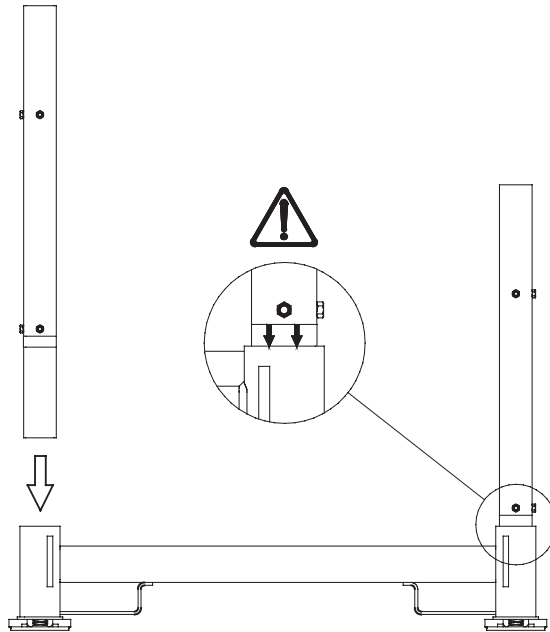

Abbildung 14. Einsetzen der Eckpfosten.
2. Platzieren Sie die vier Eckpfosten im unteren Rahmen. Die Schweißmuttern müssen nach außen zeigen. (Wenn Sie den vorgefertigten Ballastblock als Ballast verwenden, wird empfohlen, vor der Beladung mit dem Ballast lediglich die zwei hinteren Eckpfosten einzusetzen.) Stellen Sie sicher, dass die Eckpfosten in der korrekten Länge in die Hülzen eingesetzt werden. Achten Sie dabei auf das Etikett zur Einsatzkennzeichnung, siehe Abbildung 14.